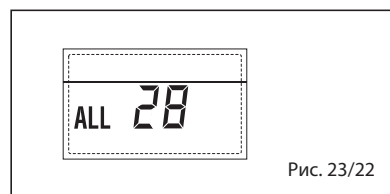

Рис. 23/22
– НЕПОЛАДКА КОЛИЧЕСТВА ПОДКЛЮЧЕННЫХ ПЛАТ “ТРЕВ 29” (рис. 23/23)